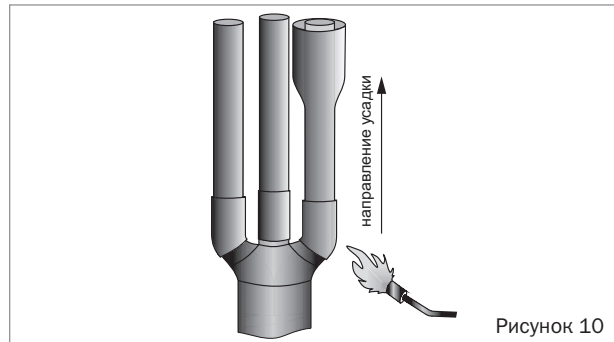

Рисунок 10
- Надеть на каждую жилу трекингостойкую трубку таким образом, чтобы нижний край трубки заходил на палец перчатки до упора и усадить, начиная с основания пальцев. После усадки по торцам трубок должен быть виден выступивший расплавленный клей (рисунок 10).